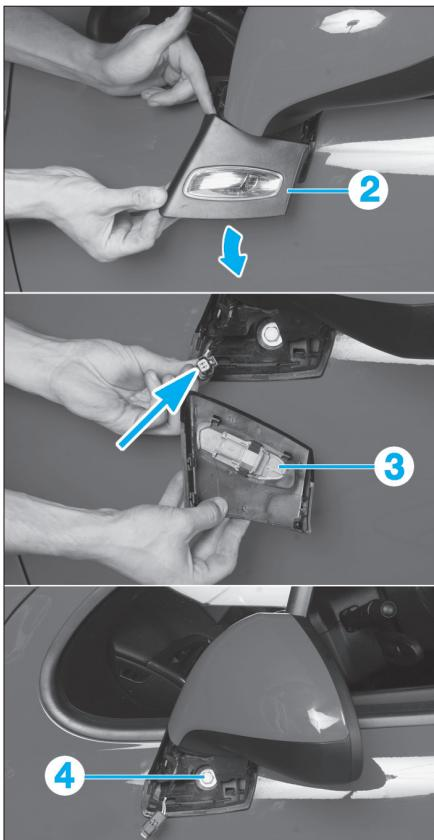

Fig. 100
- Dégrafe le cache extérieur (2) (Fig.100).
- Débrancher le connecteur du répéteur latéral (3).
- la vis de fixation (4),